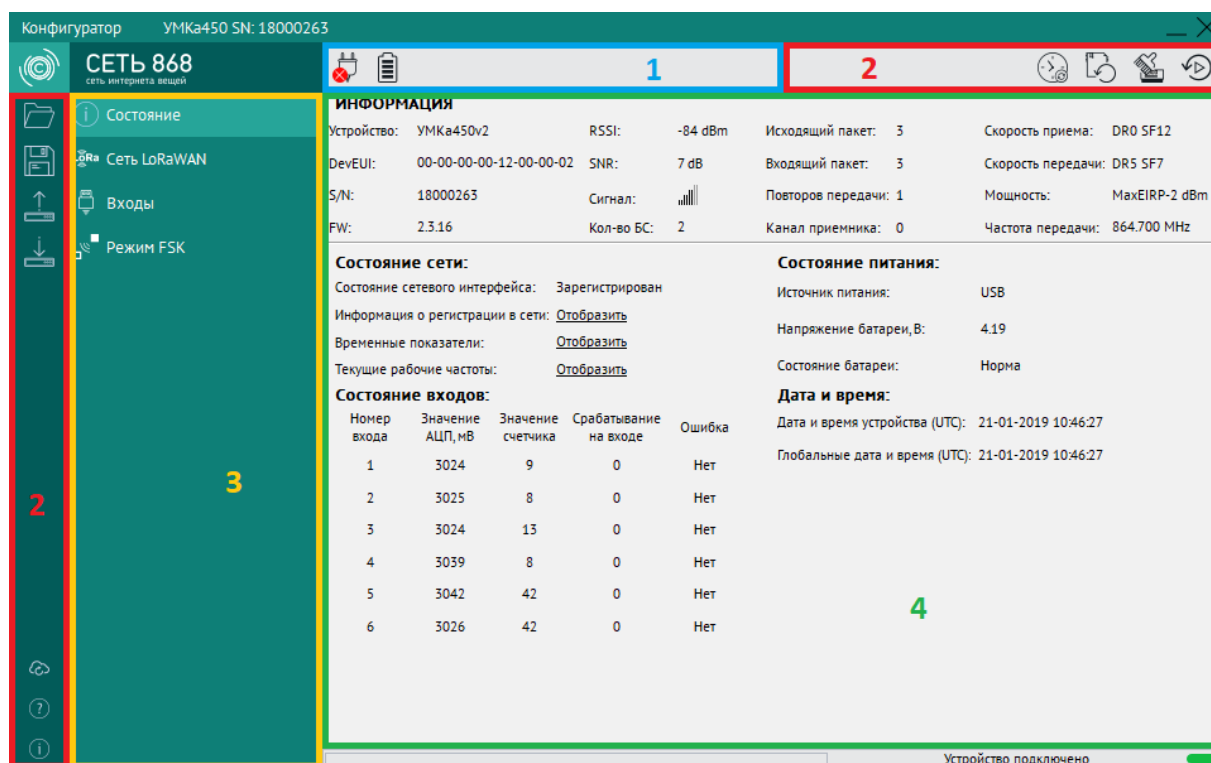

Рисунок 4.8 Стартовое окно «Состояние»
Для запуска приложения, перейдите в «Пуск» → «Все программы» → «Конфигуратор УМКа4XX». Откроется стартовое окно конфигуратора (Рисунок 4.8), которое условно можно разделить на четыре зоны: Панель статуса (1), панели инструментов (2), дерево настроек (3) и окно отображения информации (4).
Для просмотра и редактирования настроек устройства воспользуйтесь вкладками настроек (Рисунок 4.8). При нажатии на вкладку в окне отображения информации можно посмотреть соответствующие значения и настройки с возможностью их редактирования.
В поле параметров «информация» (Рисунок 4.8) содержатся следующие параметры:
На вкладке «Состояние» (Рисунок 4.8) отображается общая информация о устройстве, состояние входов/выходов устройства, внутренних и внешних датчиков.